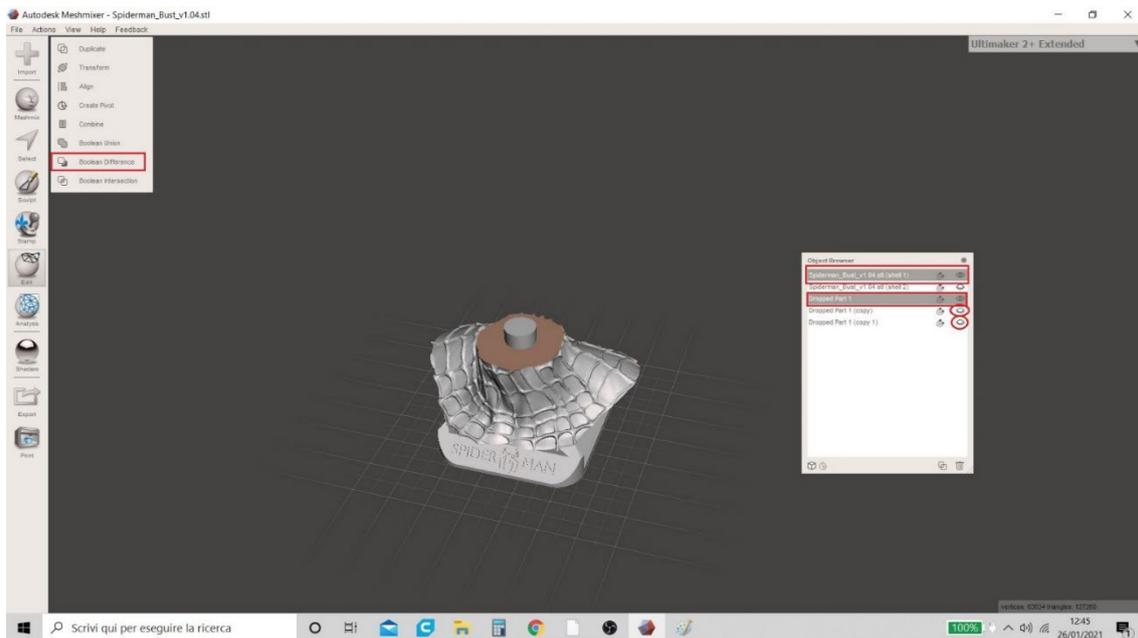

Figura 14 Meshmixer
7. En este punto, el usuario debe seleccionar simultáneamente los modelos "Shell I" y "Drop Part I". Para realizar esta operación correctamente, debe seleccionar el modelo "Shell I", mantener presionada la tecla "Shift" y también hacer clic en el segundo modelo "Drop Part I" (OSS: la selección de los modelos no debe hacerse haciendo clic en los nombres respectivos en la tabla, sino directamente en el área de trabajo). Una vez seleccionada, se mostrará una tabla y el usuario deberá elegir la función "Diferencia booleana" (Figura 14 Meshmixer).